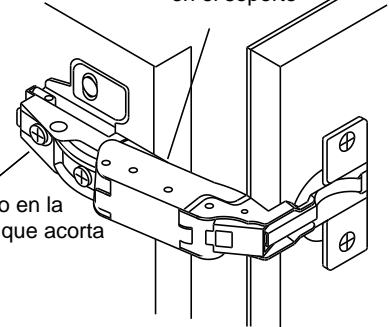
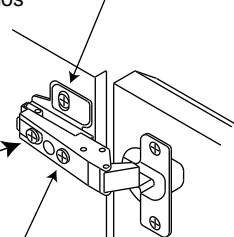

Fig. 10
Fig. 11
3. Check door for proper alignment. If the door needs to be adjusted please refer to the adjustment procedures in Fig. 10 and Fig. 11. Door edges should be aligned with the edges of the body and should fit evenly to the face of the body.
- Compruebe la puerta para saber si hay la alineacion apropiada. Si la puerta necesita ser ajustada por favor refiera a los procedimientos de ajuste adentro Fig. 10 y Fig. 11. Los bordes de la puerta se deben alinear con los bordes del cuerpo y deben caer uniformemente a la cara del cuerpo.